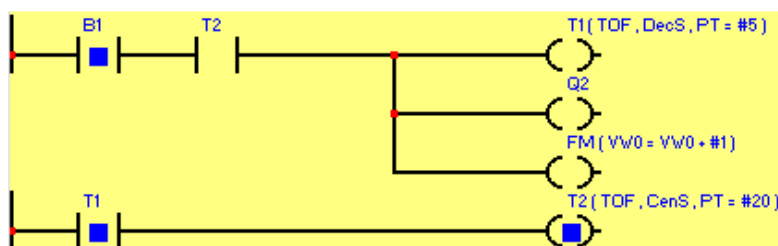
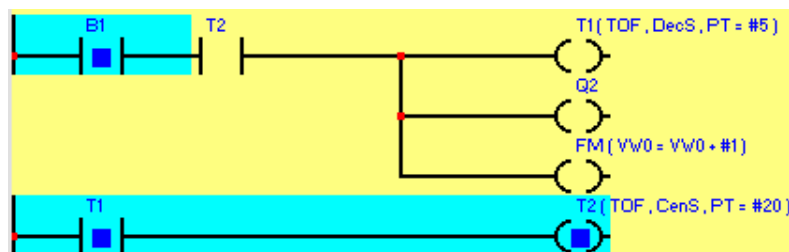

Figura 15.14: opzione "Evidenzia linee attive" non selezionata.
Figura 15.15: opzione “Evidenzia linee attive” selezionata.
- Se si sceglie questa opzione saranno evidenziati anche i collegamenti che seguono contatti e bobine attivi; le figure (Figura 15.14, Figura 15.15) mostrano la stessa porzione di schema nei due casi.